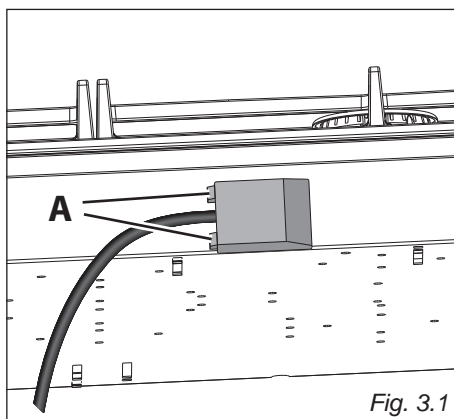

Fig. 3.1
- Sganciare il coperchio della morsettieria inserendo un cacciavite nei due agganci “A” (fig. 3.1).